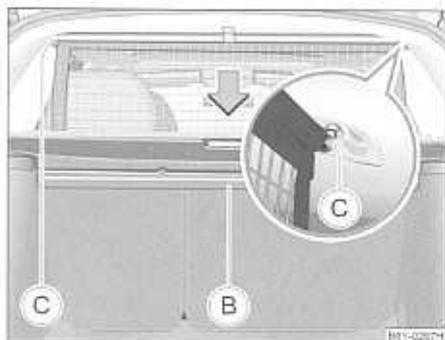

Fig. 58 Enrollar la red divisoria
- Tire de la barra transversal un poco hacia atrás, primero en un lado y seguidamente en el otro lado, y saque la barra transversal de los alojamientos (C) ⇒ fig. 58.
- **Mantenga** la barra transversal de tal modo, que la red divisoria pueda enrollarse lentamente y sin daños en la caja (B).